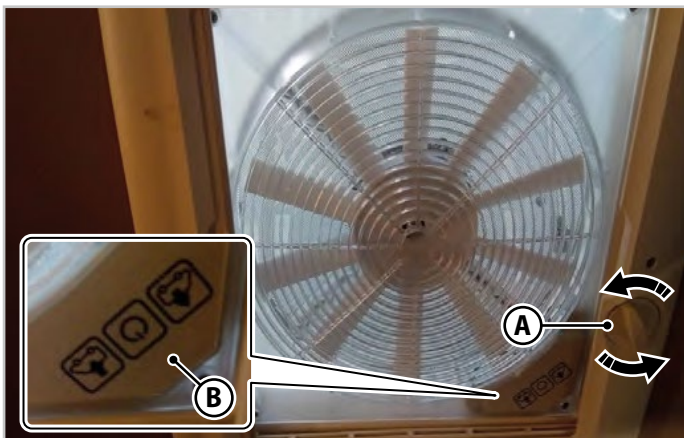

Fig.6.5 - Claraboya con rueda de apertura
Al girar la rueda de apertura (A - Fig.6.5) en ambos sentidos, la claraboya se eleva (para abrirse) o se baja (para cerrarse). También es posible puede ajustar la apertura de la claraboya en cualquier posición intermedia.
Para utilizar la función de ventilación y aspiración, abra la claraboya girando la rueda (A - Fig.6.5) y seleccione la función de ventilación con entrada de aire (IN) o aspiración (OUT) utilizando el teclado (B - Fig.6.5).